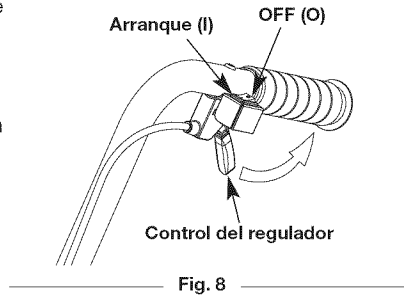

Fig. 8
NOTA: No hay necesidad de arrancar la unidad. El control de Encendido/Apagado está en la posición ENCENDIDO (I) en todo momento (Fig. 8).
2. Coloque el control de encendido y apagado en posición de APAGADO (O) (Fig. 8).